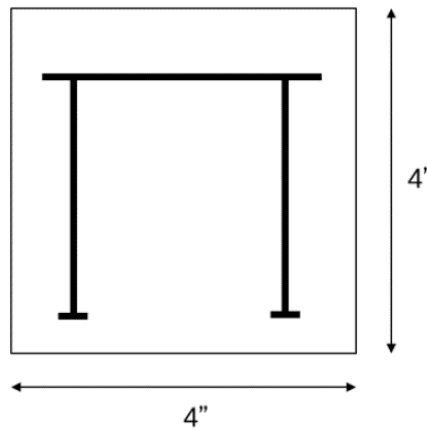

図5 開断面の正方形ビームの断面。断面の最大寸法は4inch×4inchとする。
4) または開断面 (図5) とし、全長に沿ったどの位置においても中実断面を設けてはならない。断面には2つまたは3つの独立したウェブを設けるが、ウェブはキャップに対して垂直である必要はない。ウェブの独立を維持するため、ブリッジの全長にわたりウェブ間の距離は0.75inch以上、キャップ間の距離は0.5inch以上とする。